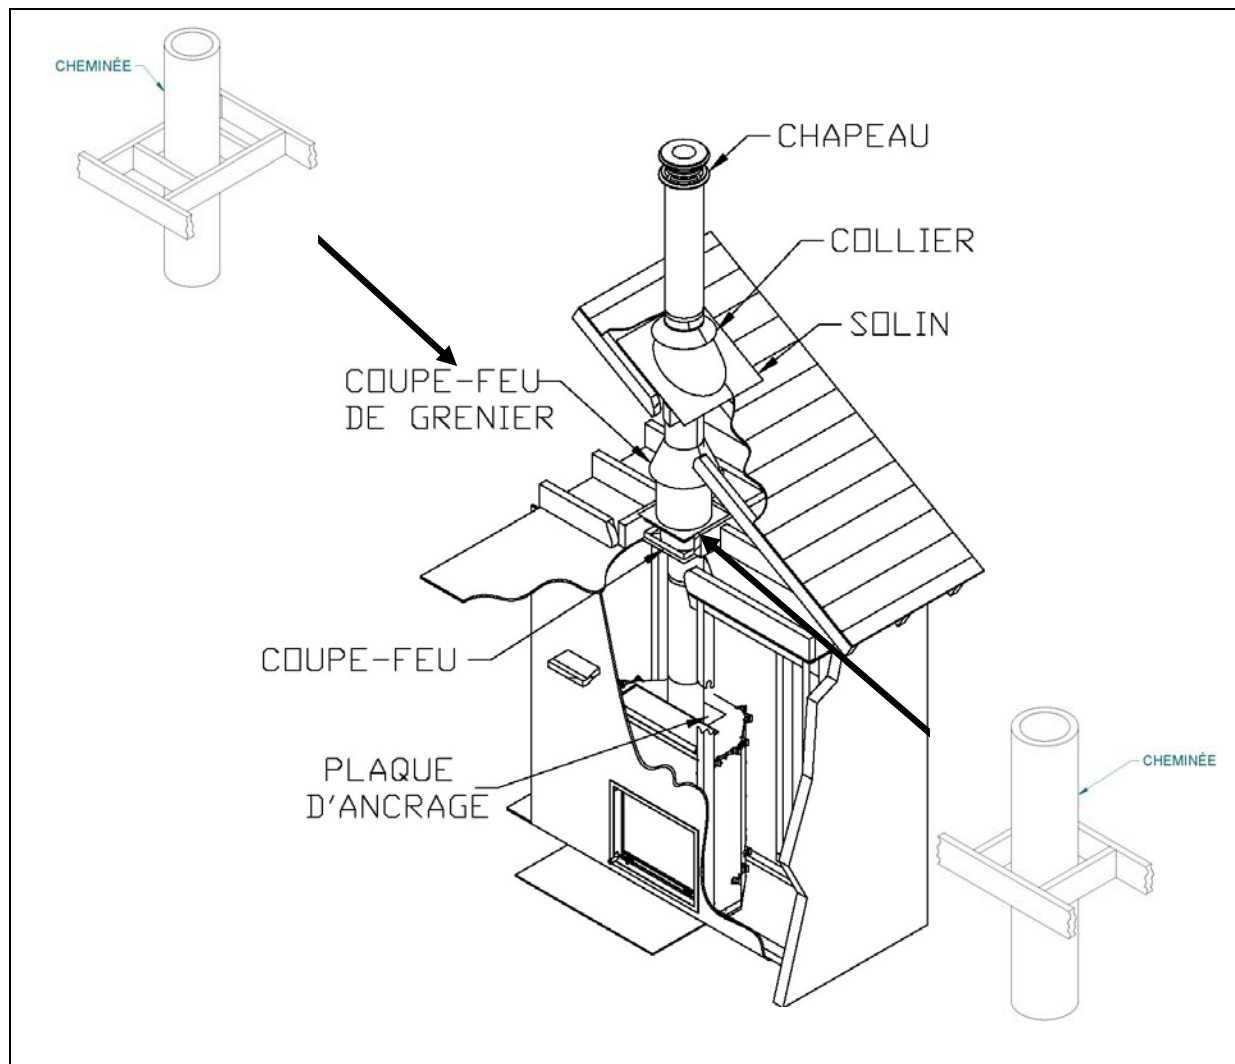

Figure 33
2. En vous plaçant sous le plafond, installez un coupe-feu fourni par le fabricant de la cheminée à chaque étage où passera la cheminée. Placez-vous dans le grenier, pour installer un coupe-feu de grenier (voir Figure 33).
3. En suivant les instructions du fabricant de cheminée, placez la première section de cheminée sur le foyer. Pour toutes les cheminées, vous devez utiliser une plaque d'ancrage fournie par le fabricant de la cheminée avant d'installer la première section de cheminée (voir Figure 33). Continuez à installer des sections de cheminée en vous assurant de verrouiller chaque section en place selon les instructions du fabricant de cheminée. Généralement il est recommandé de sécuriser les sections de cheminée avec trois (3) vis à métal de 1/2" (12 mm).
5. Placez en suite le solin de toit et scellez le joint entre le toit et le solin avec du goudron à toiture (voir Figure 33). Sur un toit en pente, insérez le solin sous le bardeau supérieur et par-dessus les bardeaux inférieurs. Clouez le solin en utilisant du clou à bardeau.